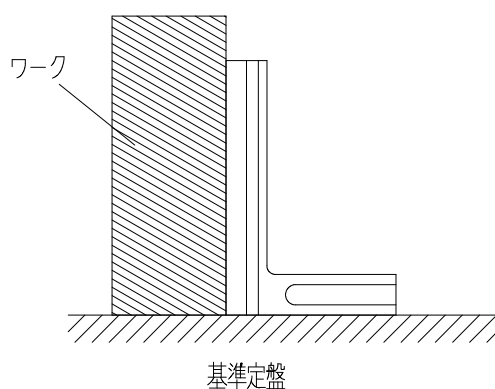

図2. 直角定規の使用方法
- 1) 図2のように、基準定盤などの上に直角定規を立て、使用面をワークに当てて測定します。このとき、直角定規とワークの間にできる隙間を、光の通過量やシックネスゲージなどを用いて確認します。